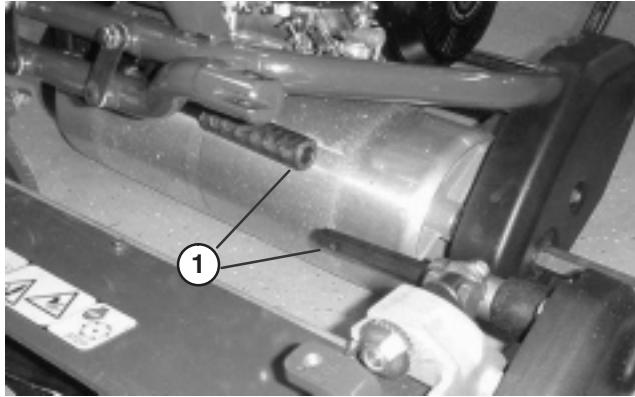

Bild 13
- Ziehen Sie das Schneidwerk ungefähr 51 mm nach vorne und dann nach rechts, um die Getriebekupplung auszukuppeln (Bild 13).